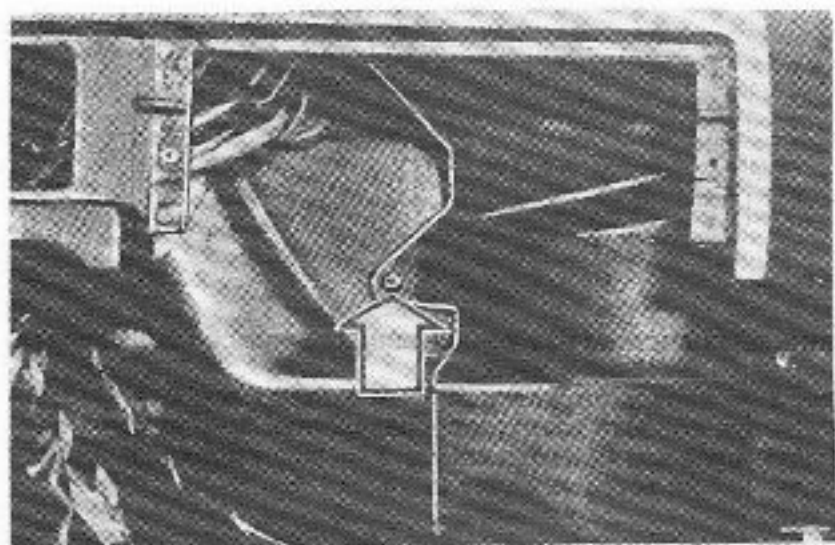

Рис. 10
• Выверните винты крепления отопителя (рис. 10).